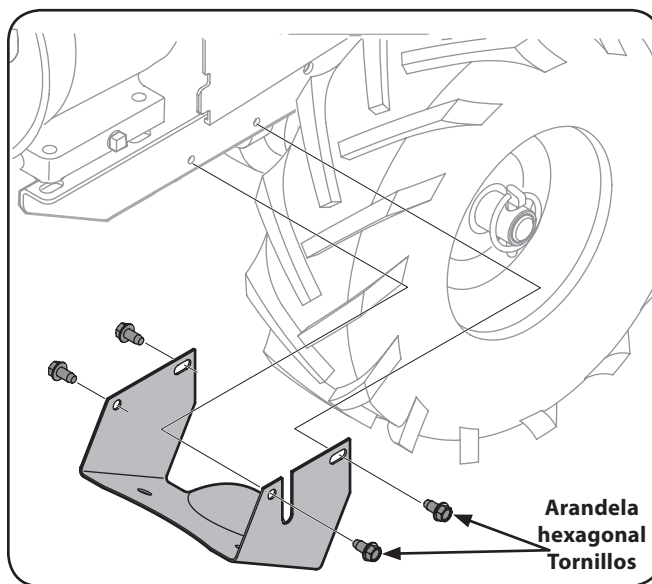

Figura 7-2
3. Retire los cuatro tornillos de arandela hexagonal que sujetan la cubierta de la polea al bastidor como se observa en la Figura 7-2, y extraiga dicha cubierta y colóquela a un lado en un lugar seguro hasta que vuelva a instalarla.